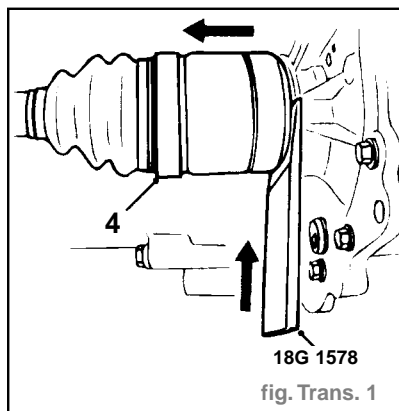

fig. Trans. 1
- Dégager l'arbre de roue du différentiel (fig. Trans. 1) :